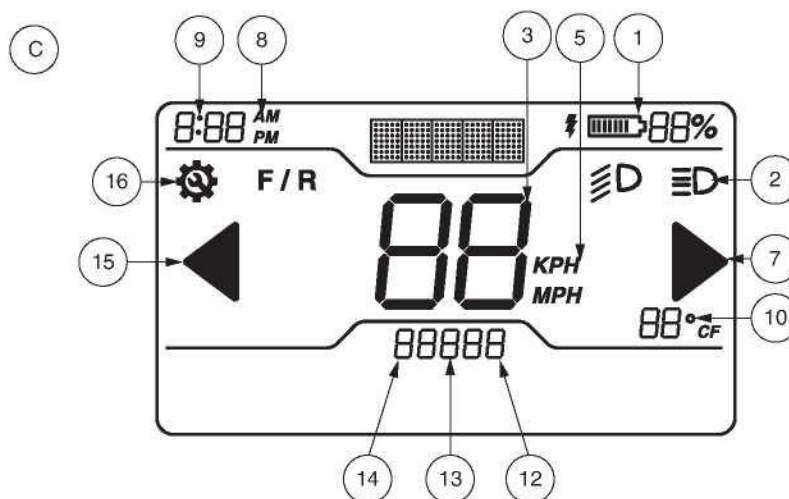

Figura 5. Pantalla LCD: consola estilo B (superior) y consola estilo C (inferior)
NOTA: Las señales de giro están sincronizadas para apagarse luego de 15 segundos. Un pitido de advertencia sonará mientras la señal de giro esté encendida. Ver la figura 5 para el control del volumen.
**PARA INFORMACIÓN SOBRE LA PANTALLA LCD, VEA LA FIGURA 5.